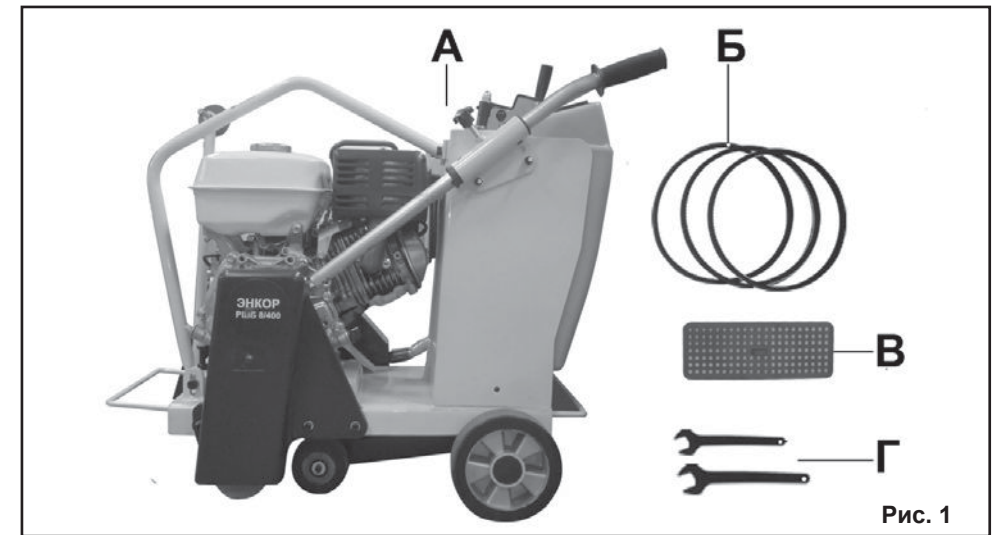

Рис. 1
3.1. Комплектность резчика швов представлена на Рис. 1.